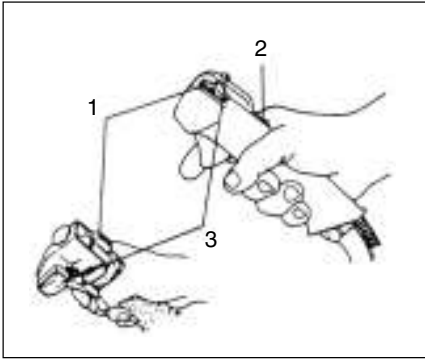

Fig.2-2
(En) Starting (Fig. 2-2, 2B)
1. Set ignition switch (1) to ON position. (Fig. 2-2, 2B)
(Fr) Démarrage (Fig. 2-2, 2B)
1. Placer l'interrupteur marche-arrêt (1) en position marche (ON). (Fig. 2-2, 2B)
(It) Avviamento (Fig. 2-2, 2B)
1. Spostare l'interruttore di accensione (1) su ON. (Fig. 2-2, 2B)